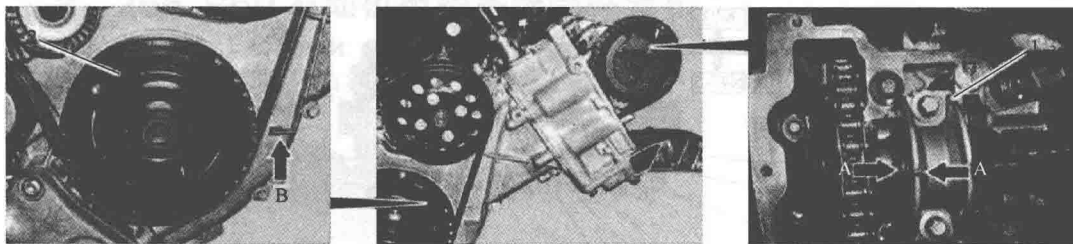

图 1-3 检查凸轮轴位置图示
- ① 拆下汽缸盖外罩。
- ② 用举升台升起车辆。
③ 将 1 号汽缸的活塞定位于点火上止点，皮带滑轮 2 上的上止点标记必须与正时齿轮室盖罩的定位缘（箭头 B）对齐。在皮带滑轮 2 处转动发动机。
④ 检查凸轮轴的基本位置，在 1 号汽缸的点火上止点，凸轮轴和凸轮轴轴承盖 1 上的标记（箭头 A）中央必须互相对正。如有必要，应设置凸轮轴的基本位置。
⑤ 按照拆卸的相反顺序进行安装。以上操作涉及部件及位置见图 1-3。